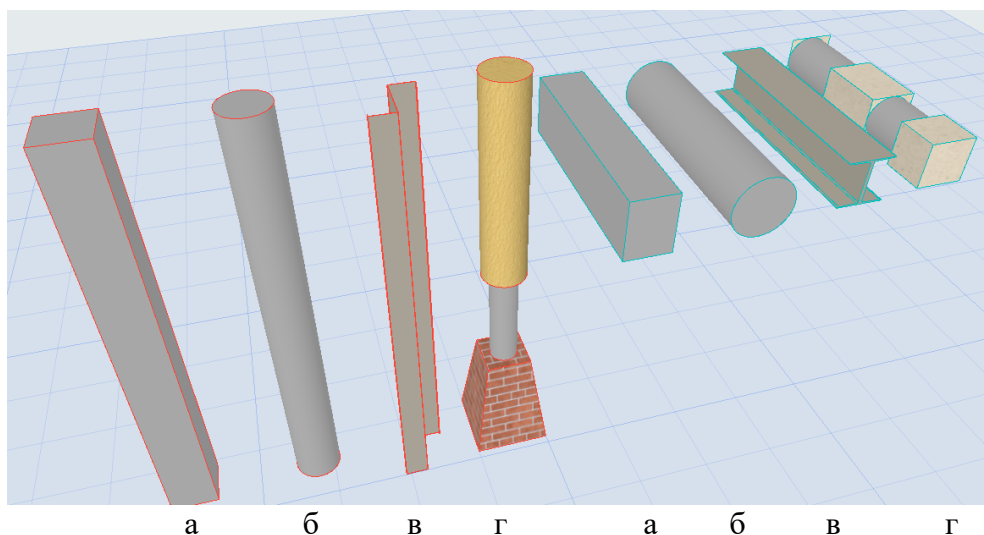

Рисунок 2.5 – Види профілів колон та балок: а – прямокутний; б – круглий; в – складний; г – багатосегментний
горизонтальну площину. Колони та балки мають схожі методи створення та редагування. Вони можуть мати різні види зрізу: прямокутний (1), круглий (2), складний (тавр, двутавр тощо) (3), багатосегментний (4) (рис. 2.5).